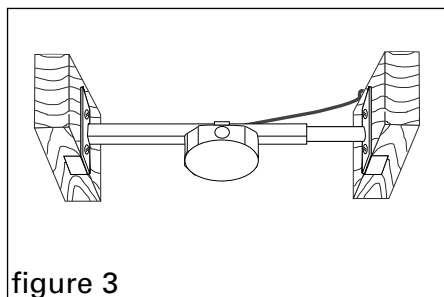

figure 3
3. Si vous n'installez pas le ventilateur à ce moment-ci, installez la quincaillerie de montage (afin d'éviter de l'égarer), insérez le fil dans la boîte et remplacez le Saf-T-Cap® (figure 3). Le Saf-T-Cap® protège les boulons et les fils pendant la peinture et la pose de gyproc.